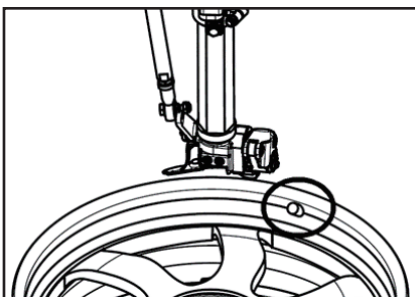

图 5-2-3
- 为了避免损坏气门嘴，拆胎钩需要在距离气门嘴左侧约10cm左右的位置进行操作（参考第五章 / 图 5-2-3）